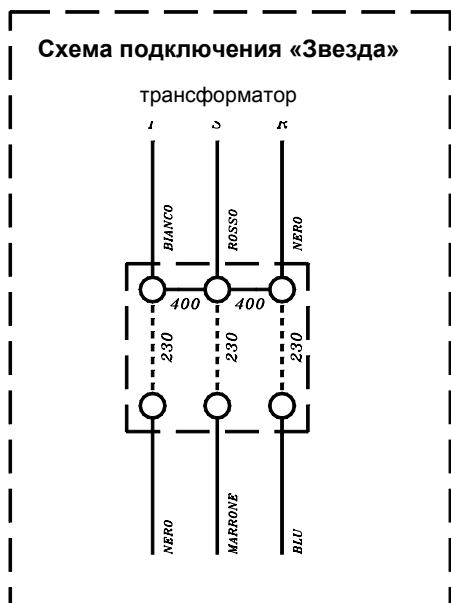

Рис.2
- В номиналах 360В - 430В используйте схему соединения «Звезда» (рис. 2)